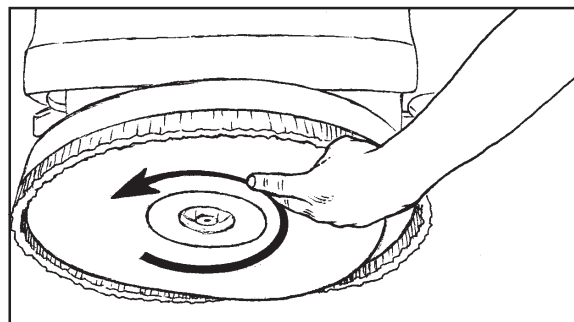

Рисунок 20
2. Поднимите головку щётки, нажав и удерживая переключатель щёток, пока головка не достигнет самого верхнего и вращательного положения (смотрите рис. 20).
5. Поднимите щётку вверх и вращайте в направлении противоположном вращению щёток, пока кронштейн не застынет (рис. 20).